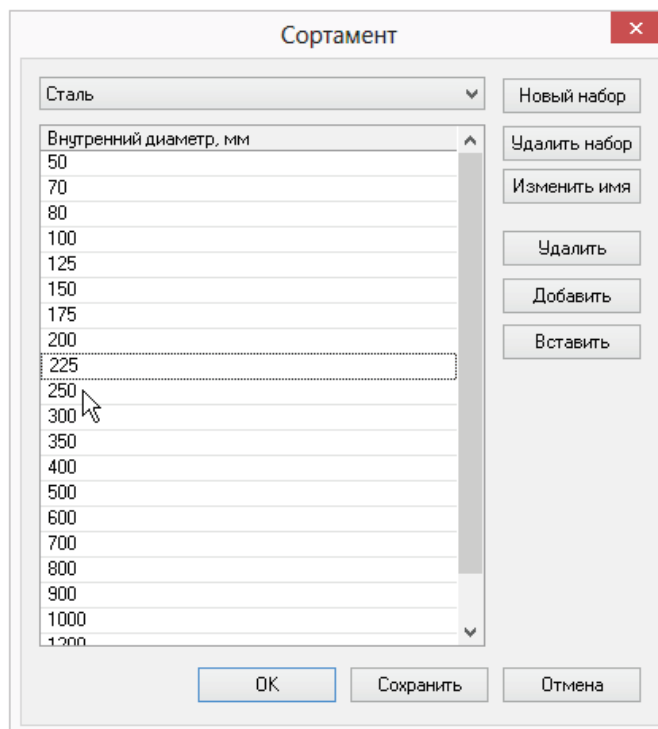

Рисунок 20.6. Добавление диаметра к существующему набору
5. После ввода всех диаметров нажать кнопку **Сохранить** (смотрите Рисунок 20.6. «Добавление диаметра к существующему набору»).